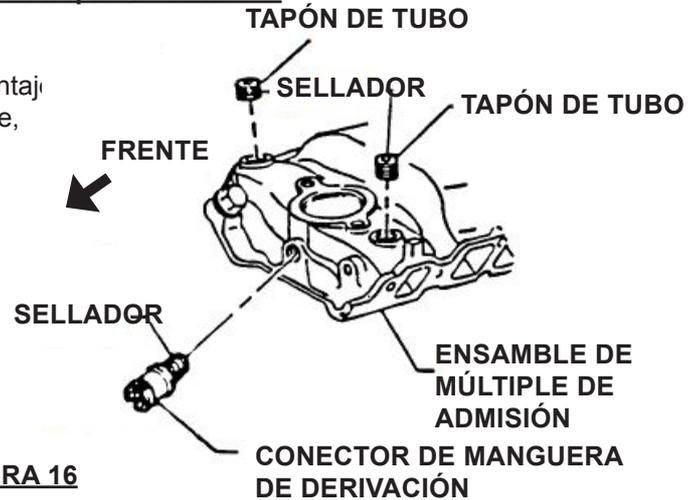

FIGURA 16
2. Use sellador de rosca en todas las roscas que entren en refrigerante, aceite o pasajes de puerto. Vea la Figura 16.